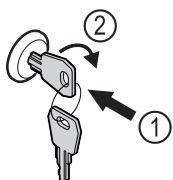

Fig. 170 Representación a modo de ejemplo
- ▶ Introducir la llave Fig. 170 (1).
- ▶ Girar la llave 90° en sentido horario Fig. 170 (2).